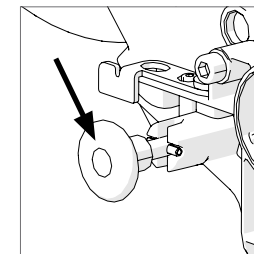

Fig. 21
- Donnez ¼ de tour à la goupille de blocage et laissez-la se poser en position déverrouillée, dans le bossage (Fig. 21).